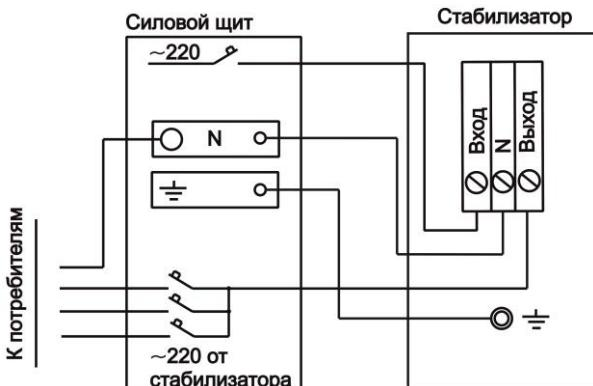

Рисунок 2 – Схема электрических соединений
**3 Подключение стабилизатора должно выполняться квалифицированным специалистом в соответствии со схемой электрических соединений (рис. 2) и рекомендациями, приведенными в паспорте.**